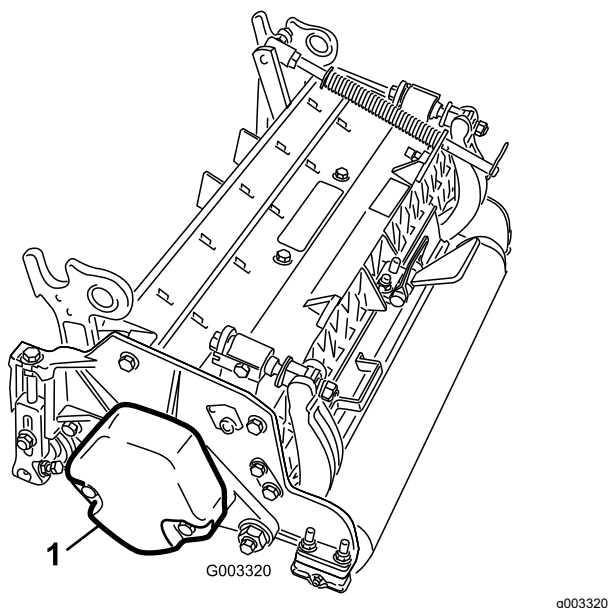

图 9
5. 按照滚刀组图 9 操作员手册的描述确保将配重块安装到滚刀组正确的一端上。